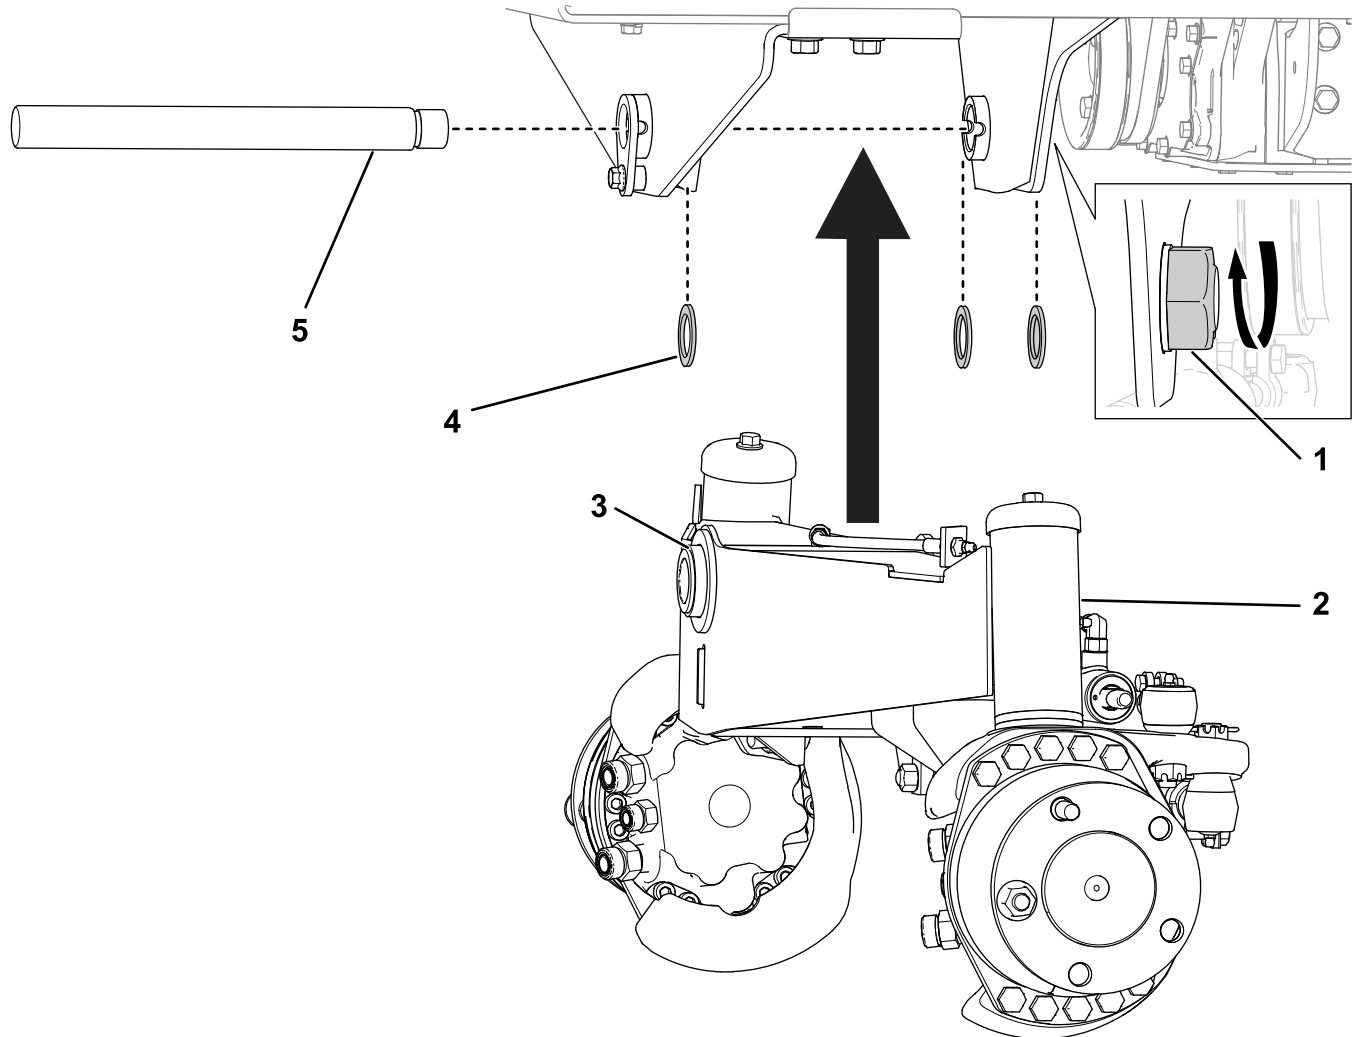

Figura 16
1. Posizionate il gruppo assale posteriore sul telaio. Sollevate il gruppo assale sul telaio e fate scorrere l'albero di articolazione attraverso il telaio, l'assale e 3 rondelle di spinta (Figura 16).
2. Fissate il dado di bloccaggio all'albero di articolazione per eliminare un eventuale movimento assale (avanti-indietro) dell'assale posteriore. Accertatevi che l'assale possa ancora ruotare liberamente una volta che il dado di bloccaggio è stato serrato (Figura 16).